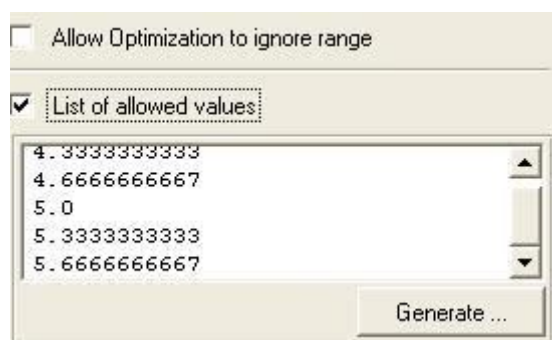
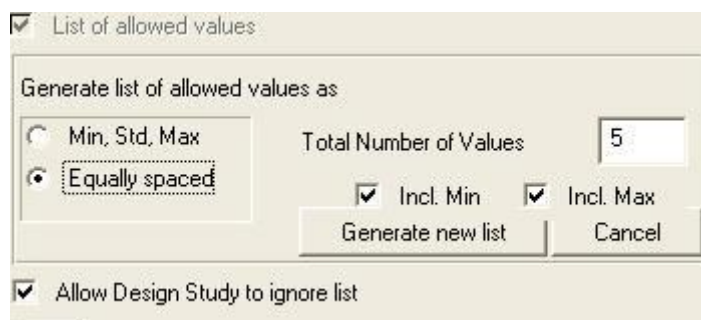

Рис. 4.
Рис. 5
- Для переменных действительного типа можно задать список допустимых значений, установив флажок **List of allowed values** (рис. 4). В этом случае дизайн – переменная будет изменяться дискретно, принимая только определенные значения. При установке флажка в окне появляется дополнительная область, где можно задать список значений переменной вручную, либо воспользоваться встроенным генератором чисел, нажав кнопку **Generate**. Эта кнопка раскрывает меню настройки генерации чисел (рис. 5). Способов генерации всего два:
Количество этих чисел определяется значением параметра **Total Number of Values**, причем как видно из рис. 5, граничные значения диапазона могут как включаться, так и не включаться в этот список.